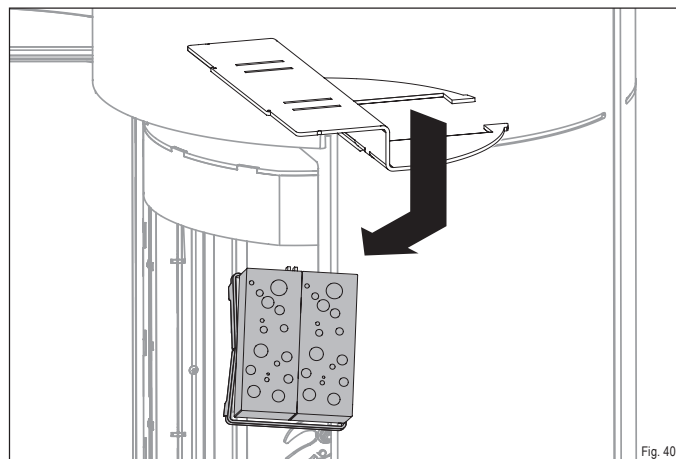

Fig. 40
- ▶ Retirez le support de catalyseur par l'ouverture (Fig. 40).